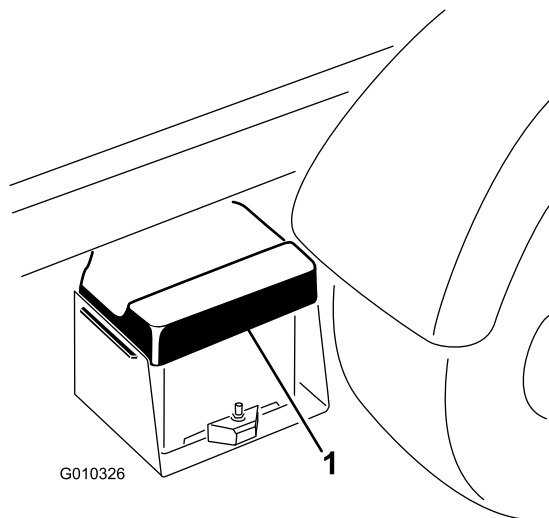

Рисунок 48
1. Сожмите крышку аккумулятора, чтобы высвободить лапки из корпуса аккумулятора. Снимите крышку аккумулятора с корпуса аккумулятора (Рисунок 48).